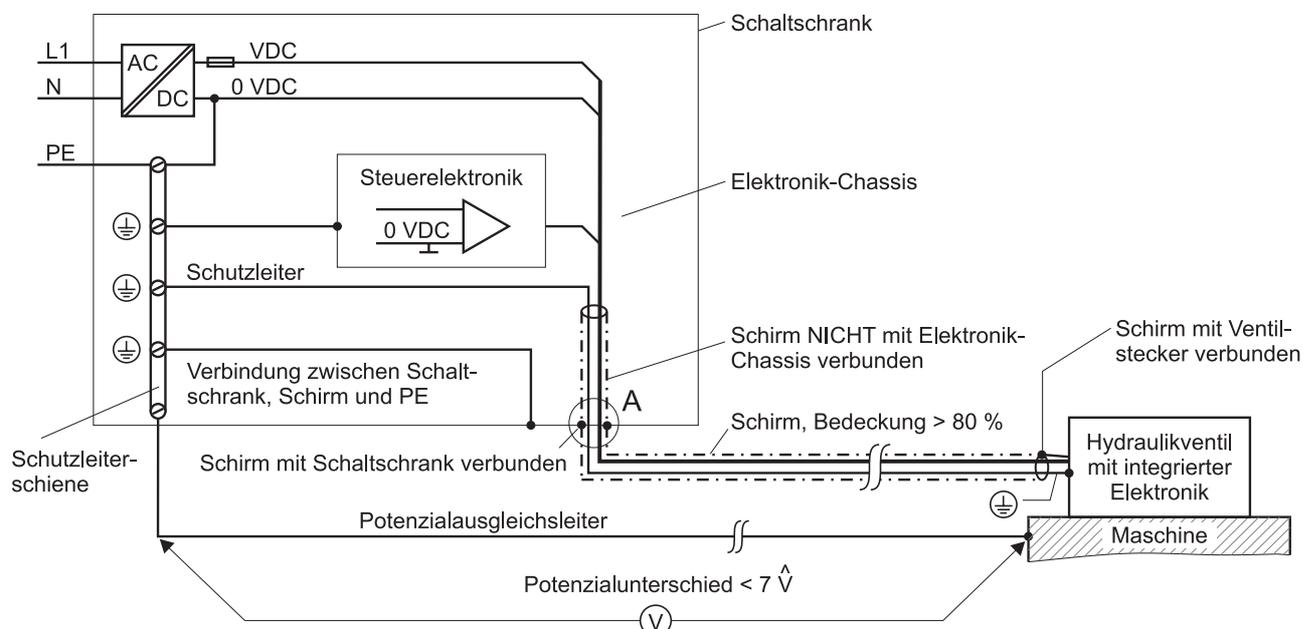

Abb. 1: Potenzialausgleich und Schutzterdung von Maschinen (siehe auch EN 60204-1) sowie Schirmung unserer Hydraulikventilen mit integrierter Elektronik
- Das Schaltschrankgehäuse ist leitend mit der Schutzleiterschienen (⊕) zu verbinden (vgl. Abb. 1).
- Das Schaltschrankgehäuse ist leitend mit der Schutzleiterschiene (⊕) zu verbinden (vgl. Abb. 1).